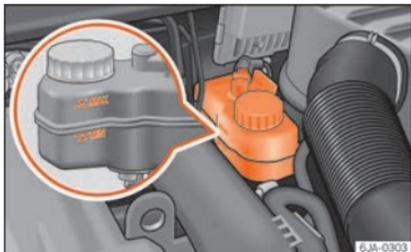

Fig. 246 Vano motore: serbatoio del liquido dei freni.
- Controllare il livello del liquido di raffreddamento nel serbatoio »»» **fig. 246**. Il livello del liquido deve trovarsi tra le scritte "MIN" e "MAX".